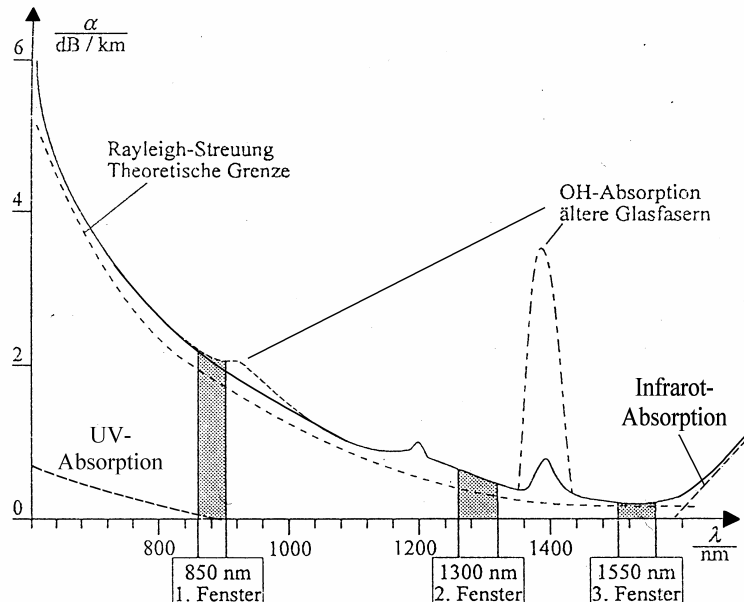

Abb. 3a: Spektrale Dämpfung von Faserwellenleitern aus hochreinem Quarzglas¹
1. Die Glas- oder Kunststoff-Faser selbst besitzt eine *Eigendämpfung*, die insbesondere bei den Kunststoff-Fasern (auch optische Polymerfasern oder POF [**P**olymer **O**ptical **F**iber] genannt) erheblich sein kann und außerdem von der Sender-Wellenlänge abhängt (siehe Abb. 3a und b).